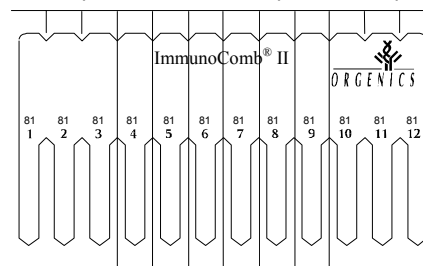

Figura 4. Fraccionamiento del Peine
- Doble el Peine y pártalo en forma horizontal o córtelo con las tijeras (vea Figura 4) para separar el número de dientes requerido. (No. de tests incluyendo 2 controles).